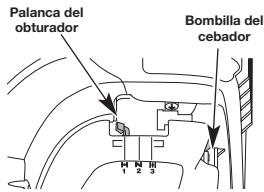

Fig. 20
4. Coloque la palanca del obturador en **Posición 1** (Fig. 20).
6. Coloque la palanca del obturador en **Posición 2** (Fig. 20).
9. Mientras oprime el control del regulador, coloque la palanca azul del obturador en la **Posición 3** (Fig. 20) y continúe calentando el motor durante 60 segundos más. Se puede usar la unidad durante este tiempo.
SI... El motor titubea, regrese la palanca del obturador a la **Posición 2** (Fig. 20) y siga calentándolo.
4. Coloque la palanca del obturador en la **Posición 1** (Fig. 20).
6. **OPRIMA y SOSTENGA OPRIMIDO el control del regulador en TODOS los siguientes pasos.** Apriete y mantenga apretado el botón de ENCENDIDO (I) del arrancador eléctrico o taladro durante 2 segundos.
7. **Continúe oprimiendo el control del regulador.** Coloque la palanca del obturador en la **Posición 2** (Fig. 20).
8. **Continúe oprimiendo el control del regulador.** Apriete y mantenga apretado el botón de ENCENDIDO (I) del arrancador eléctrico o taladro durante 2 segundos, hasta que la unidad arranque.